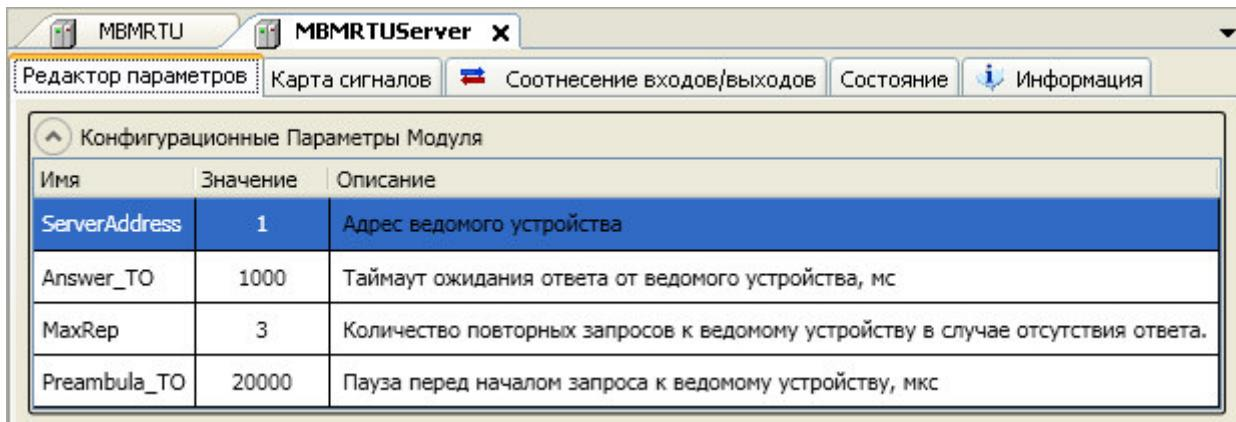

Рисунок 3.30 – Модуль **MBMRTU Server (Slave)**. Закладка *Редактор параметров*
- 2 Перейти на закладку **Редактор параметров** (рисунок 3.30).